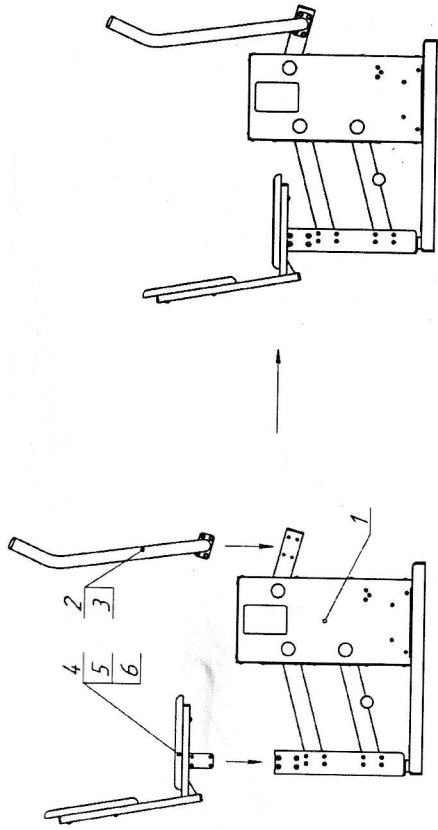

Рис. 4
12.3.7 Произвести сборку тренажера (рис.4...8).